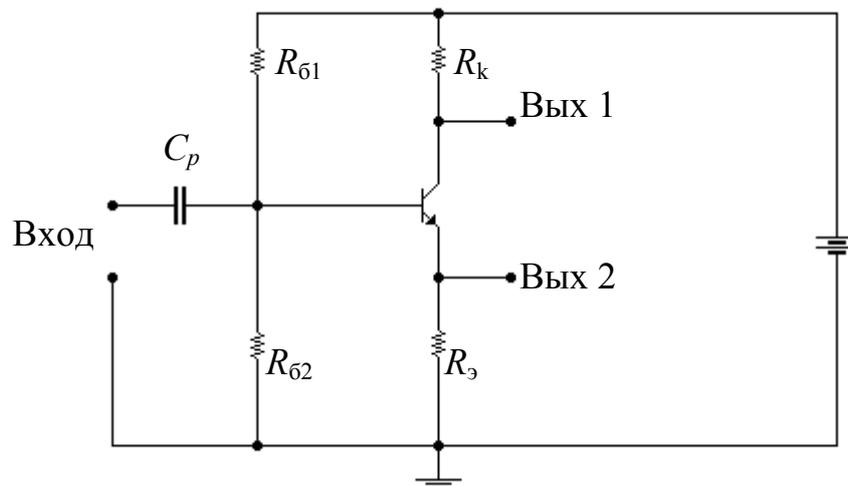

Рис. 7.1. Фазоинверсный каскад с разделенной нагрузкой
Принципиальная схема фазоинверсного каскада с разделенной нагрузкой показана на рис. 7.1.
1. Соберите схему фазоинверсного каскада с разделенной нагрузкой (рис. 7.1). Для того чтобы обеспечить равенство выходных напряжений на средних частотах, $R_к$ и $R_э$ следует выбрать одинаковыми. Делитель в цепи базы определяется выбранным режимом и током делителя $I_{дел}$ (обычно его выбирают в 2-10 раз больше тока базы в рабочей точке $I_{б0}$):